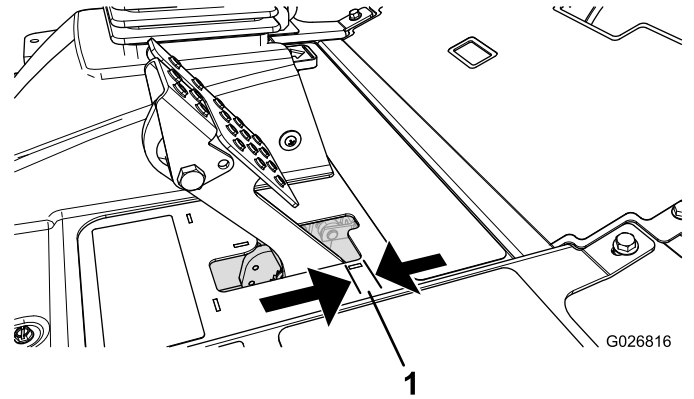

Figura 68
Ajuste los frenos si el pedal de freno tiene más de 2,5 cm de holgura (Figura 68), o cuando se necesite más fuerza para frenar. La holgura es la distancia que recorre el pedal de freno antes de notarse una resistencia de frenado.
2. Apriete la tuerca trasera para mover el cable hacia atrás hasta que los pedales de freno tengan una holgura de 6,3–12,7 mm (Figura 68) antes de que se bloquee la rueda.